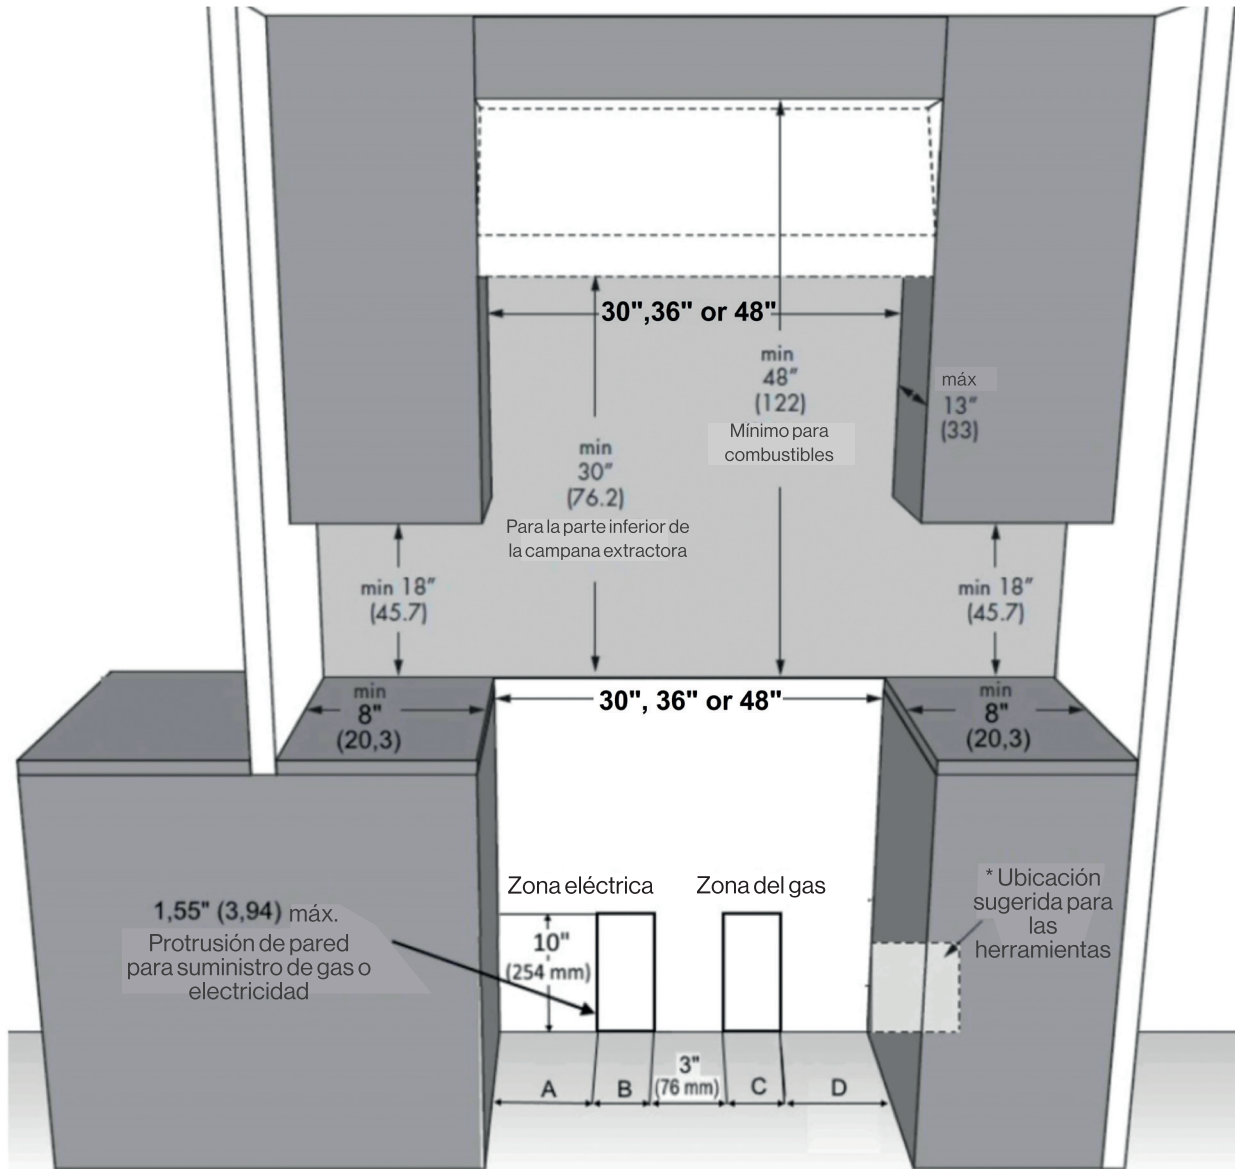

Figura 1
NOTA IMPORTANTE: Al instalarla contra una superficie combustible, se requiere una elevación mínima para la cocina, además de todas las distancias mínimas para las superficies combustibles mostradas en la ilustración en las páginas anteriores. La cocina es una unidad independiente. Si la unidad se va a colocar adyacente a los armarios, se requiere las distancias mostradas en la Figura 1. Las mismas distancias se aplican a las instalaciones de la isla, excepto los armarios superiores, que deben tener un espacio amplio y suficiente para aceptar la campana de la isla con forma acampanada.
- El suministro de gas y eléctrico debería estar dentro de las zonas mostradas en la Figura 1 (véase página 9).